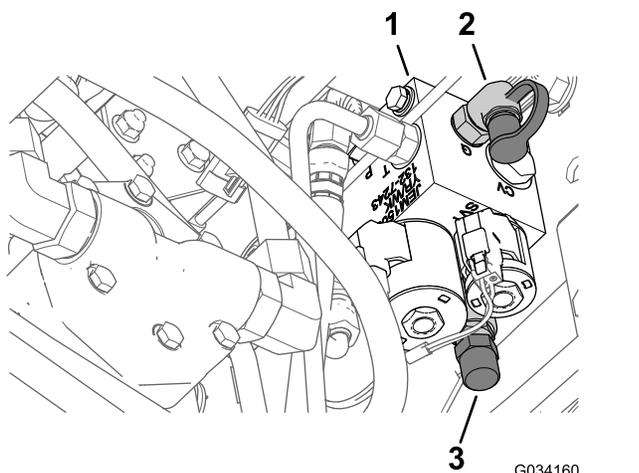

Figura 14
3. Ligue o indicador de pressão à porta de teste, atrás do manípulo de elevação (Figura 14).
4. Na parte da frente do manípulo de elevação, retire a tampa da bobina de transferência de peso (Figura 14).
5. Desaperte a porca de retenção na parte inferior da bobina de transferência de peso (Figura 14).